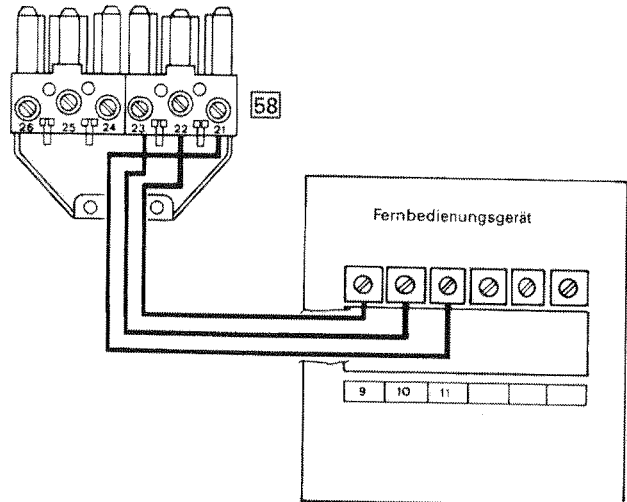

Abb.3.19
1. Anschlußleitung vom Fernbedienungsgerät-WS oder -RS in Steckverbinder [58] entsprechend Abb. 3.19 anschließen.